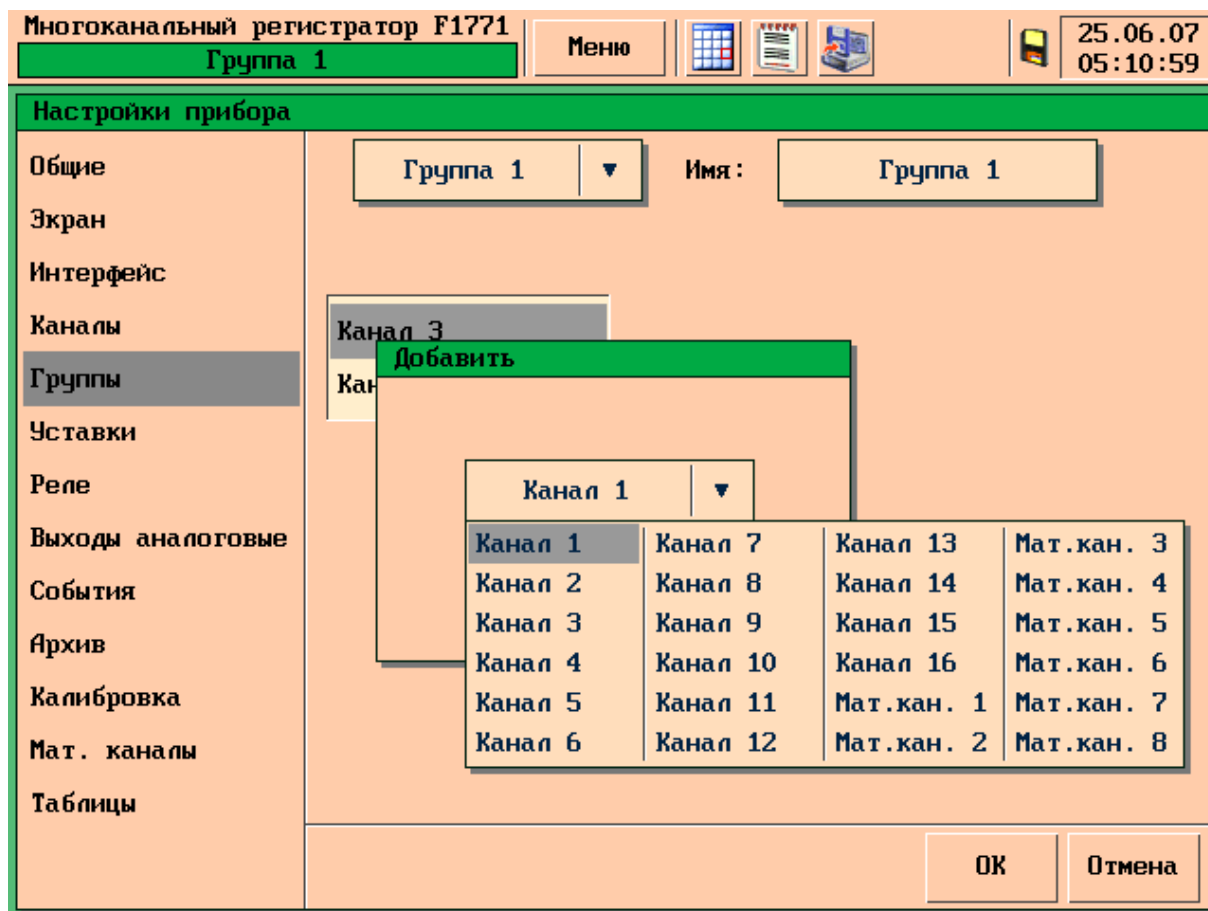

Рисунок 32 – Добавление канала в группу
5.7.2 Для добавления канала в группу: из всплывающего меню выберите номер группы, далее нажмите кнопку «Добавить», откроется окно с всплывающим списком, рисунок 32.